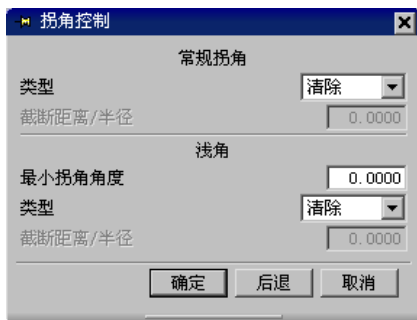

图 7.6.14 “拐角控制”对话框
Step3. 单击“沿着曲线”对话框中的 **角** 按钮, 系统弹出“拐角控制”对话框, 设置参数如图 7.6.14 所示, 单击 **确定** 按钮返回到“沿着曲线”对话框。